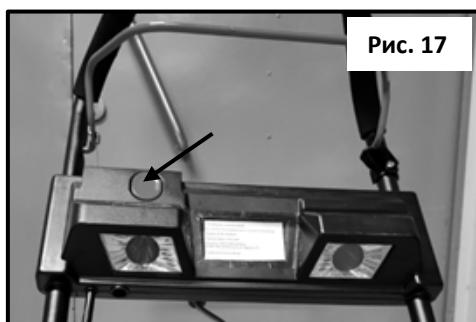

Рис. 17
Рис. 17а
- Нажмите и удерживайте кнопку защитной блокировки (см. рис.17 и 17а (поз.1));